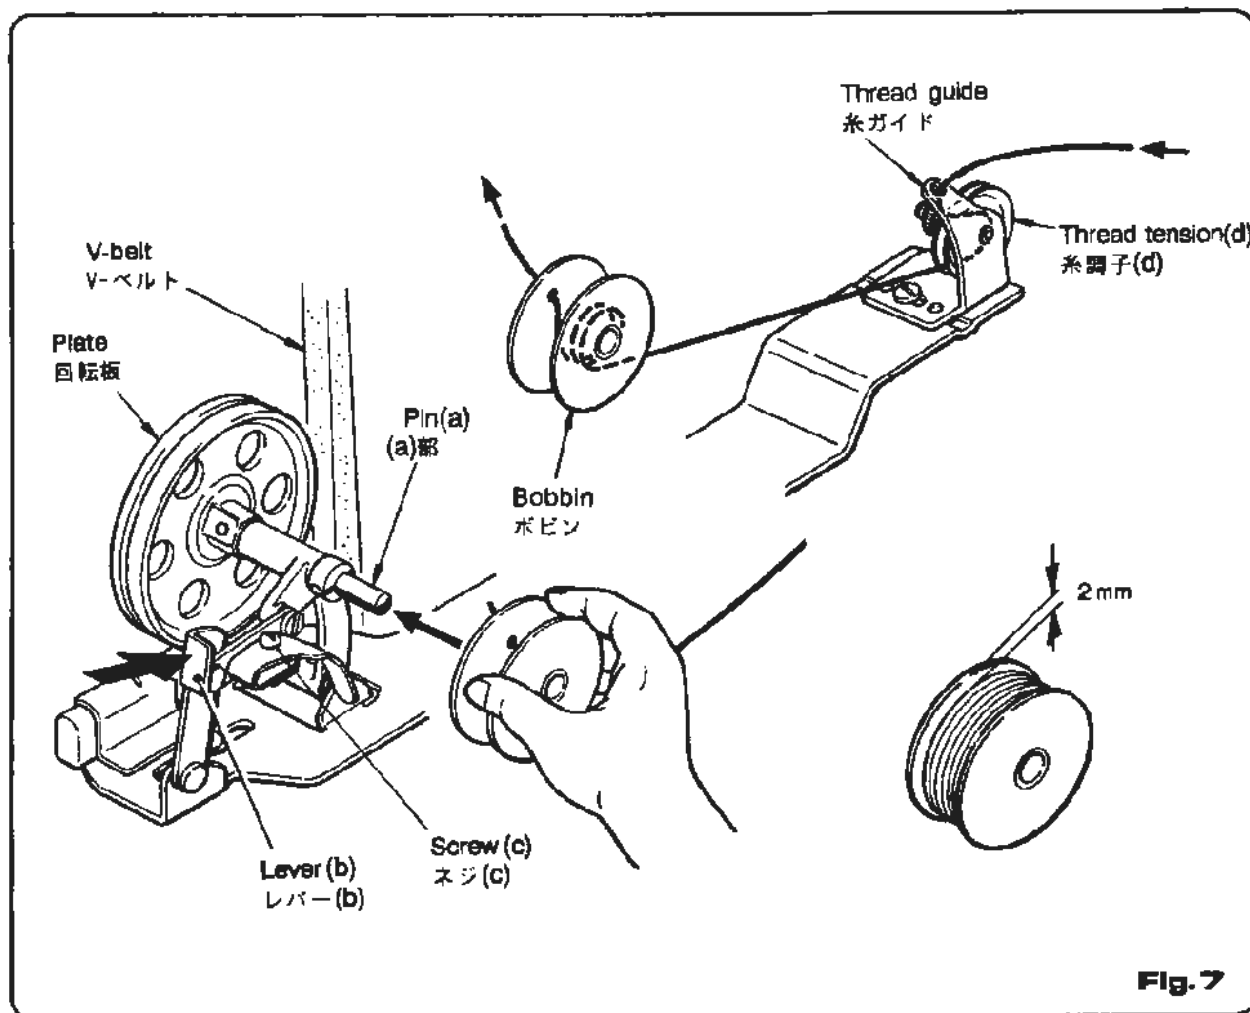

Fig. 7
- (1) To wind thread on a bobbin, install a bobbin on pin (a) of the thread winder (Figure 7), turn lever (b) down, press rotary plate against V-belt and run the machine. It is a good idea to wind thread 3 to 4 turns on the bobbin by hand before installing the bobbin on the winder.
- (2) Thread winding diameter should be 2 mm smaller than outer diameter of bobbin.
- (3) Thread winding diameter adjustment can be made by loosening screw (c). Turn screw clockwise to make thread winding diameter large, counterclockwise make small.
- (4) Thread winding can be stopped automatically by lever after winding is finished.
- (5) Increase spring pressure of thread tension (d) in case of onesided thread winding.
- (1) Fig7で示す通りボビンに糸を巻く場合は、糸巻き(a)部にボビンを取りつけ、レバー(b)を倒してVベルトに押しつけミシンを運転してボビンに巻きます。この時、糸をボビンに3・4回手でまいてから、ボビンを糸巻きに取りつけて下さい。
- (2) 糸巻き径はボビンの外径より2mm位小さく巻いて下さい。
- (3) 糸巻き径の調整は、ネジ(c)にて調整して下さい。ネジを右に廻すと糸巻き径は大きくなり、逆に左に廻すと糸巻き径は小さくなります。
- (4) 糸巻きは、巻き終わりましたら、自動的にレバーがおきて停止します。
- (5) 糸巻きしている時、糸巻きがかたよる場合は、糸調子(d)のスプリング圧を強くして下さい。